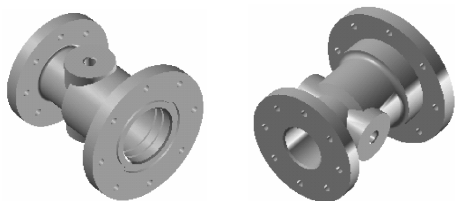

图 10-88 练习零件模型
- (2) 创建多通管零件工程图, 多通管零件模型如图 10-88 所示。